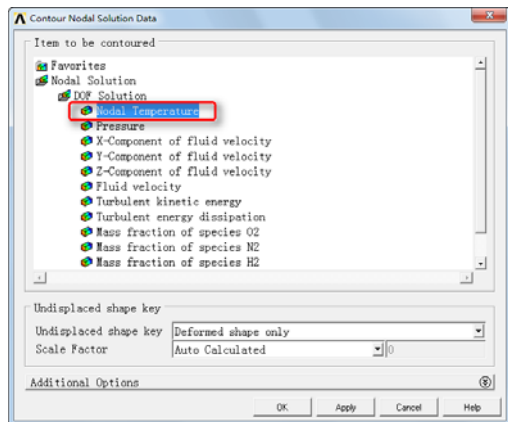

图 10-103 “Contour Nodal Solution Data”对话框
①读入计算结果, 依次选择 Main Menu→General PostProc→Read Results→Last Set, 读取最后一次迭代的计算结果。
②依次选择 Main Menu→General PostProc→Plot Results→Contour Plot→Nodal Solution, 会弹出“Contour Nodal Solution Data”对话框, 如图 10-103 所示。